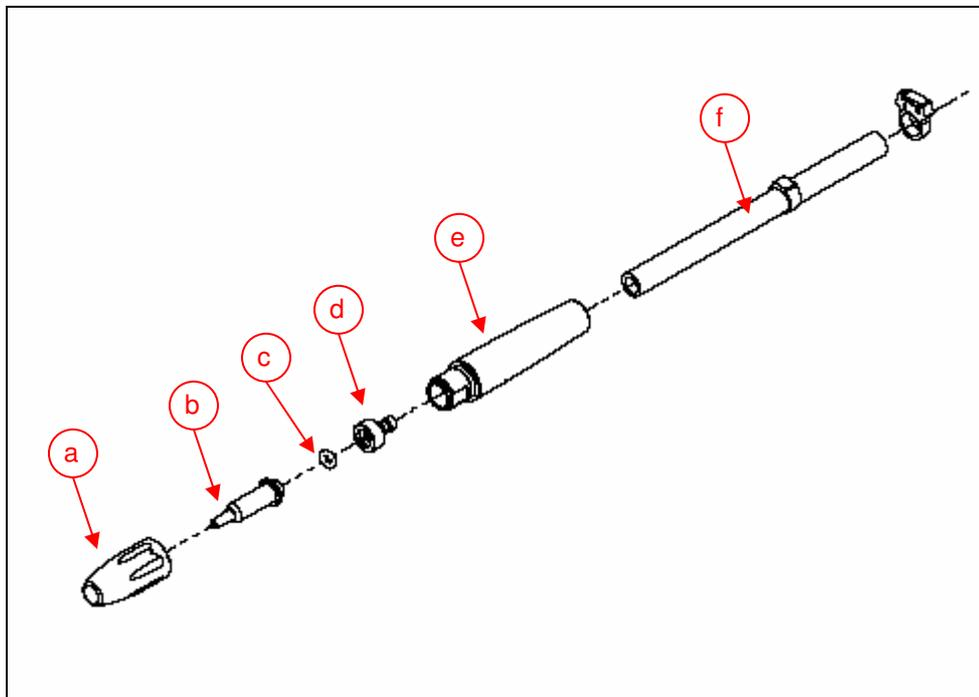

Abb. 11 – Strahlschlauch
- Zum wechseln der Strahldüse (Abb. 11 b) Überwurfmutter (Abb. 11 a) entfernen.
- Beim Einsetzen der neuen Strahldüse darauf achten dass der O-Ring (Abb. 11 c) eingelegt ist.
- Zum Wechsel des Strahlschlauchs (Abb. 11 f) etwas nach hinten schieben und Schlauchnippel (Abb. 11 d) herausziehen.